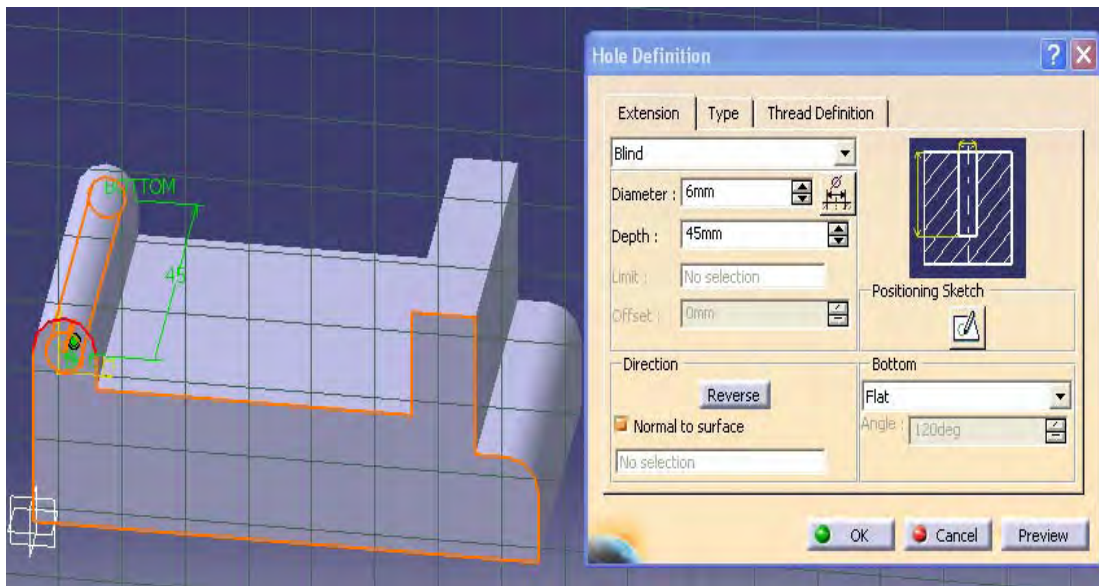
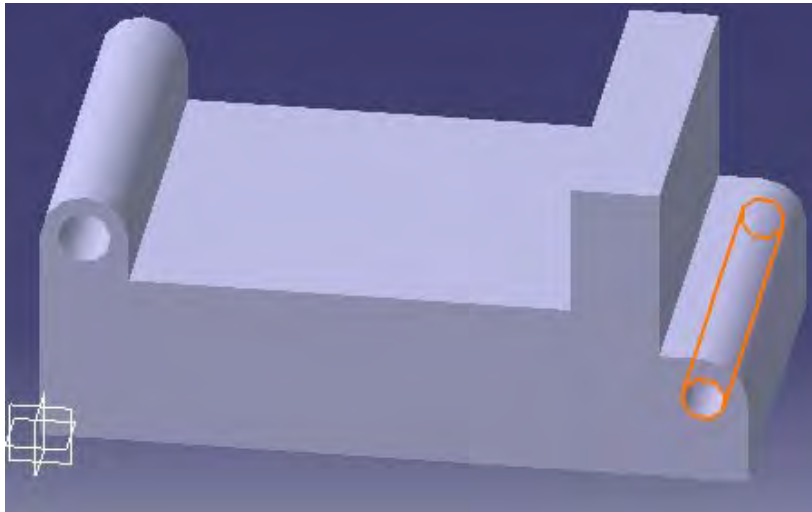

Figura 4.54: HOLE 1 EN PIEZA
Figura 4.55: HOLE 2 EN PIEZA
6.- En este paso se utiliza la herramienta HOLE, primero se selecciona la orilla que sirve como punto de referencia para determinar el centro de este, se selecciona la cara en la que se aplicara y se crea el hole 1 con un diámetro de 6 y una profundidad de 45mm (ver figura 4.54, el segundo se posiciona y se le da un diámetro de 5 y una profundidad de 45mm tal como se ve en la figura 4.55.